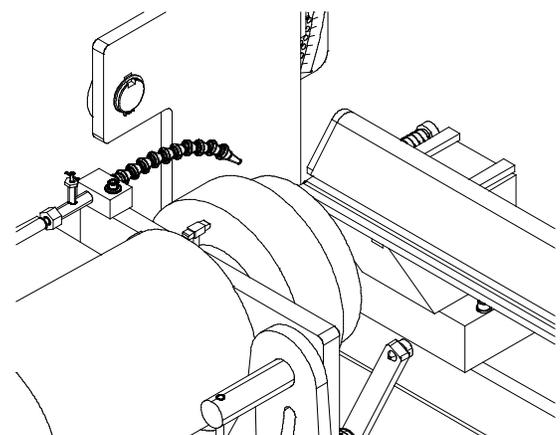

FIG. 41
3. Impostare la manopola di traslazione su 10. Impostare l'interruttore di traslazione del carrello su on. Attraversare il carrello verso sinistra finché l'area di contatto della mola è circa 1 "oltre l'area da rettificare sulla controlama, quindi ruotare la manopola di traslazione a zero. Prepararsi a FERMARE prima la traversa se c'è qualche interferenza tra la mola e la controlama / spranga. Vedi FIG.41.